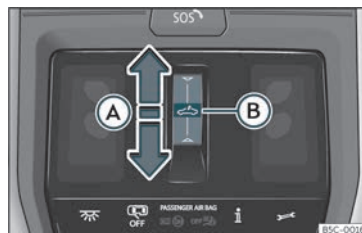

Fig. 92 No revestimento interior do teto: botão do teto de vidro.
- »» Fig. 92 (A).
- Antes de decorrerem aprox. 5 segundos da ativação da função antientalamento, deslize o dedo para a frente sobre a área funcional ➤ » » Fig. 92 (A) e mantenha pressionado até o teto se fechar totalmente.